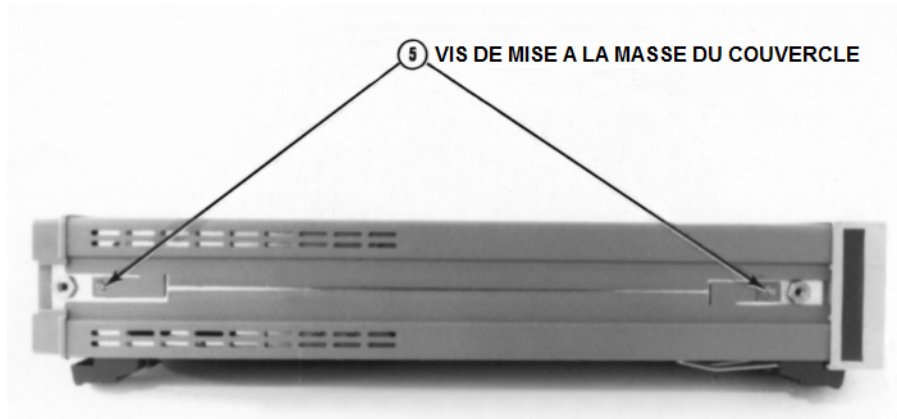

Figure C-3 Vis de mise à la masse du couvercle
- 7 Référez-vous à la **figure C-3**. Tournez le Keysight 3458A de façon à ce que son côté gauche soit face à vous puis à l'aide du tournevis Torx. #TX10, remplacez les vis de mise à la masse des couvercles supérieur et inférieur.